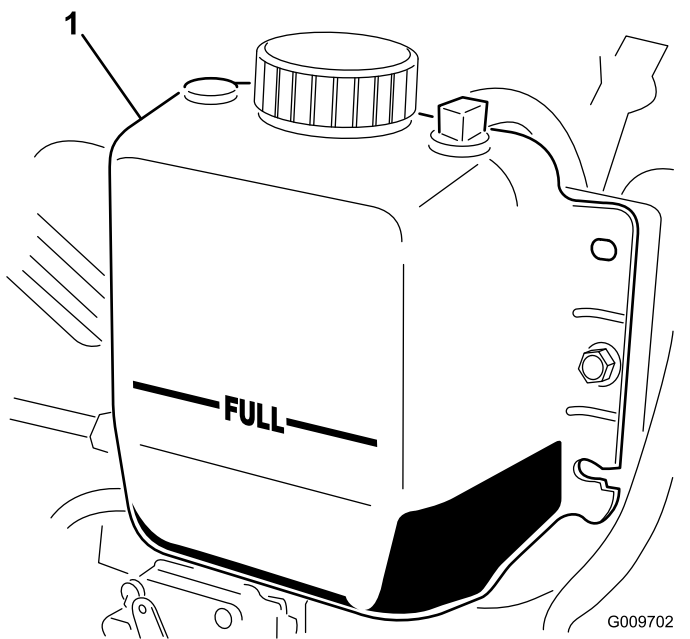

図 116
3. ラジエーター内部の液量を点検する。ラジエーターは補給口の首の部分まで、補助タンクはFULLマークまであれば適正です 図 116。